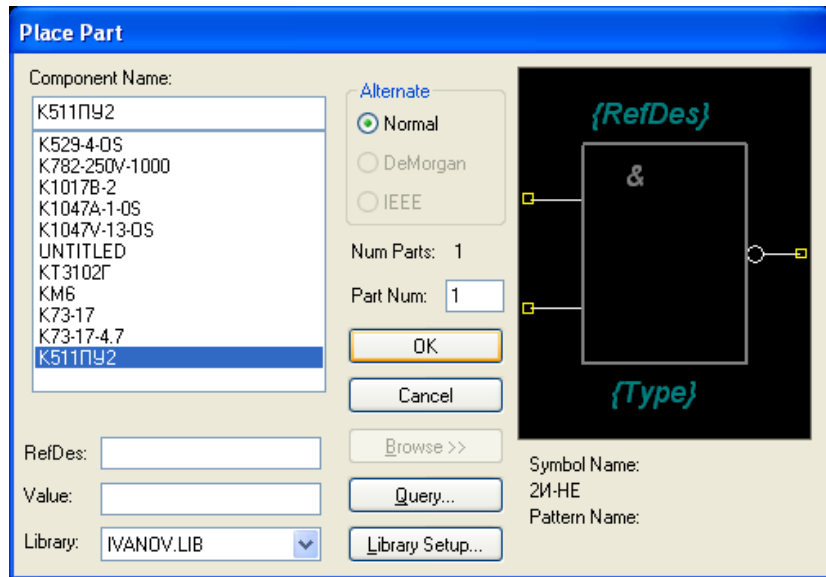

Рис. 4.22 - Диалоговое окно *Place Part* (Размещение элементов)
- Для этого командами **Place/Part** (пиктограмма ) вызвать диалоговое окно **Place Part** (Размещение элементов) и в библиотеке **Ivanov.lib** выбрать элемент **K511ПУ2** (рис. 4.22). Нажать кнопку **OK**.